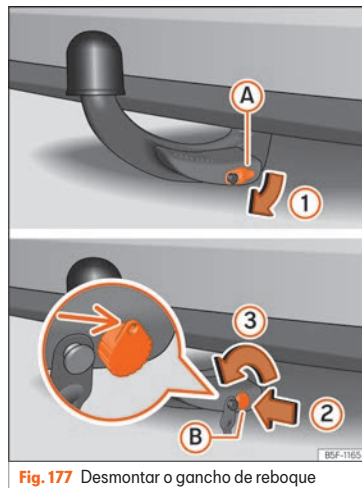

Fig. 177 Desmontar o gancho de reboque
- Retire a tampa **A** da fechadura **1** »» **Fig. 177**.
- Introduza a chave **B** na fechadura **2** »» **Fig. 177**.
- Rode a chave para a esquerda **3** apenas meia volta, até que o orifício da chave fique acima »» **Fig. 177**.